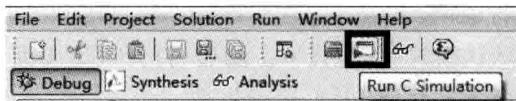

图 5.103 运行调试入口
(5) 如图 5.103 所示,在调试窗口的工具栏内,单击 Run C Simulation 按钮。启动运行 C 仿真。
(6) 再次出现 C 仿真对话框界面。
(7) 单击 OK 按钮。